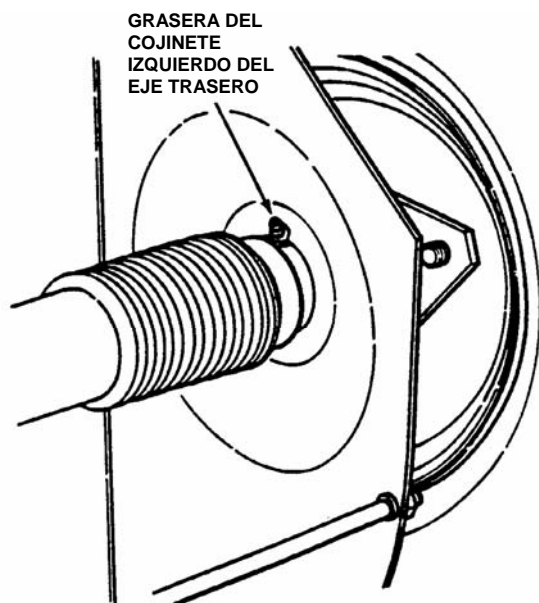

FIGURA 3.8
1. El cojinete izquierdo del eje trasero requiere tres disparos de grasa universal de una pistola engrasadora. Vea la figura 3.8.